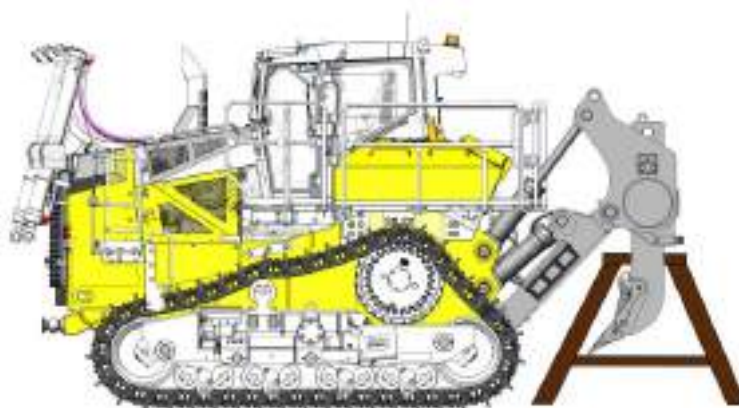

Рисунок 5.172. Подпорка под рыхлитель
Опустить рыхлитель (заднее навесное оборудование) на землю или подпереть его надлежащим образом, см. рис. 5.172.
- ▷ Рыхлитель установлен на подпорки (рис. 5.172).